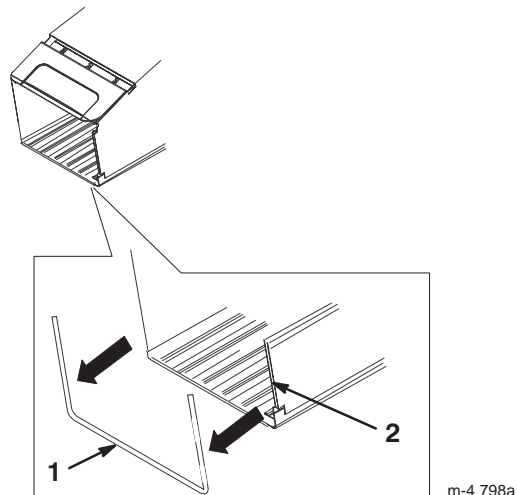

Figure 5
- Fixez les deux panneaux latéraux du bac à herbe au cadre du bac à herbe comme illustré à la Figure 5.